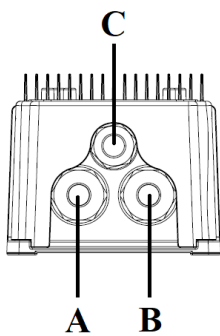
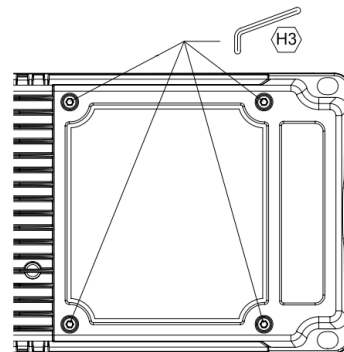

Рис.7
Рис.8
Подключение осуществляется через вводную коробку драйвера, установленного на прожекторе (рис.7). Для подключения прожектора к сети питания, необходимо открутить винты фиксации крышки вводной коробки (рис.8), снять крышку вводной коробки, продеть трехжильный кабель питания (L, N, PE) через кабельный ввод «А». Присоединить кабель к клеммам питания и заземления (L (LN) – коричневый, N (NT) - голубой, PE (PE1) – желто-зеленый). Затянуть кабельный ввод «А» с усилием 5 Н\*м. При межфазном подключении к сети 380В, использовать клеммы L (LN) и N (NT), L - L1, N - L2. Рекомендуемый диаметр кабеля питающей сети 13-18 мм. Сечение жилы 1,5-2,5 мм2.